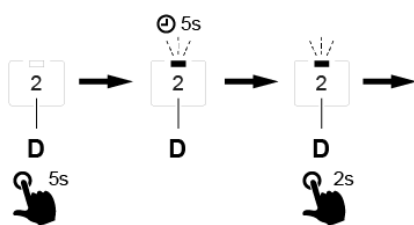

Fig. 3
- Hvis du vil omprogrammere funksjonsmodus til alternativ 2, trykker og holder du inne knapp D i fem sekunder. Se Fig. 3. Slipp opp knappen når LED-lampen begynner å blinke.